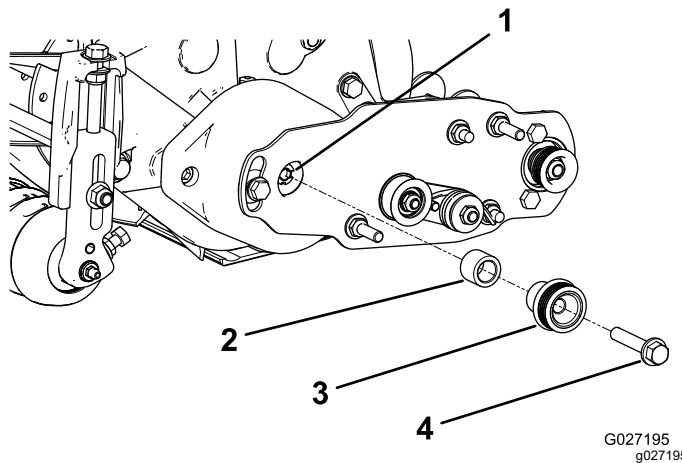

Figure 13
- Insérez l'entretoise sur l'arbre du logement de roulement (Figure 13).
- Insérez la poulie d'entraînement dans l'entretoise et sur l'arbre d'entraînement (Figure 13).
- Fixez la poulie et l'entretoise à l'arbre d'entraînement au moyen d'un boulon à embase ( $\frac{3}{8}$ " x 2") ; voir Figure 13.